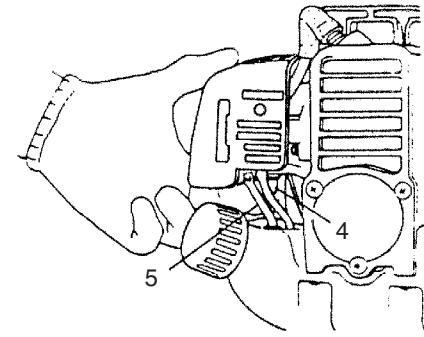
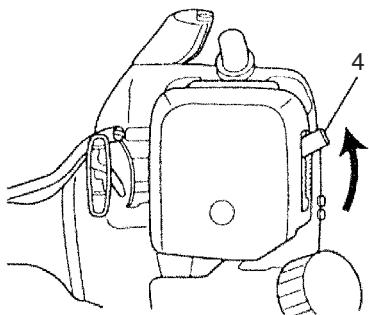

Fig. 2-2C
Fig. 2-3
*Pumpa på handpumpens blåsa (4) tills bränsle strömmar in i returledningen (5) (om sådan finns). (Fig. 2-2C)
2. Med avtryckaren (2) nedtryckt (om sådan finns) skall du dra gasreglaget och trycka på gasregleringsläset (1). Släpp därefter först gasreglaget sakta och sedan avtryckaren (2). Detta gör att gasreglaget blir låst i startläget.
3. Skjut chokereglaget till stängt läge (4). (Fig. 2-3)